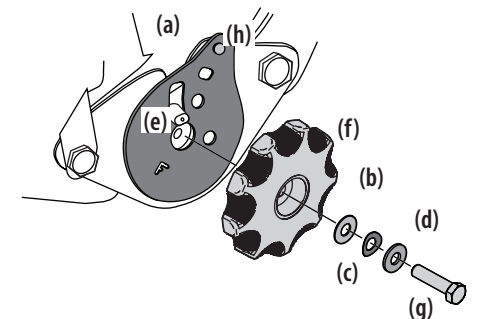

Figure 2-12
7. Retirez le dispositif de réglage du siège du sac et installez-le comme illustré sur la Figure 2-12.
Note : Vérifiez que la plaque de réglage (a) est bien placée, puis installez la rondelle en plastique (b), la rondelle ondulée (c) et la rondelle métallique (d). Voir Figure 2-12. La rondelle en plastique doit être placée en premier.
8. Placez la plaque de réglage (a) sur la goupille (e). Voir Figure 2-12.